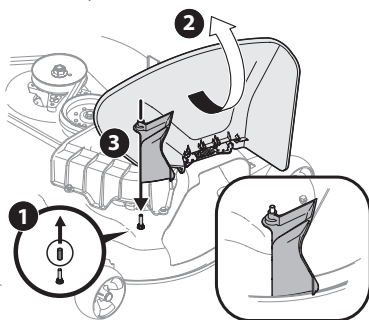

Figura 19
2. Retire el tapón protector de goma del pasador de plataforma, 1 en la Figura 19.
3. Eleve el deflector del canal (2 en la Figura 19) sobre la plataforma y sosténgalo mientras instala el adaptador del canal (731-10133) (3), incluido en el paquete de herrajes 689-02364, sobre la plataforma tal como se muestra en la Figura 19.